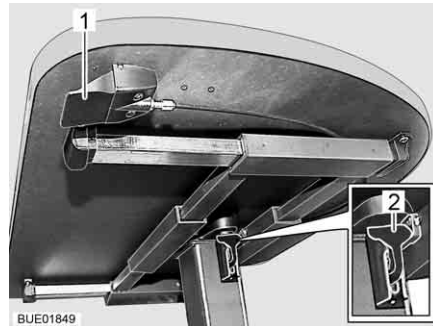

Fig. 52 Tavolo rialzabile con tasto di sblocco
- Tirare o spingere la leva di serraggio (Fig. 52,2) verso il basso.
- Premere verso l'alto la leva di serraggio (Fig. 52,2).
- Premere e tenere premuto il tasto di sblocco (Fig. 52,1). Il piano del tavolo va automaticamente verso l'alto fino al fine corsa.
- Rilasciare il tasto di sblocco (Fig. 52,1). Il piano del tavolo rimane nella posizione selezionata.
- Premere e tenere premuto il tasto di sblocco (Fig. 52,1).
- Rilasciare il tasto di sblocco (Fig. 52,1). Il piano del tavolo rimane nella posizione più bassa.